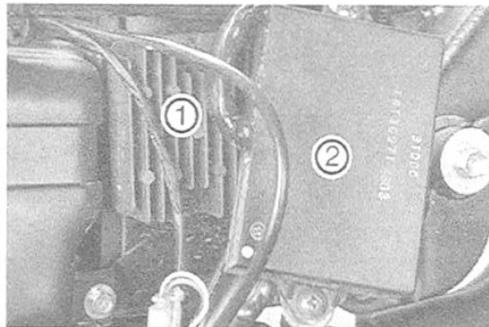

Bild 75
- Stecker des Generators zu Regler (Bild 75) und Zündbox (Bild 88) trennen und Stecker samt Kabel freilegen.